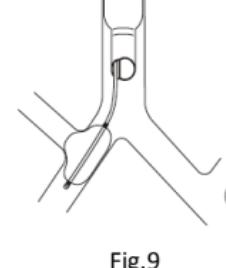

Fig.9
- Til højre thorakotomi skal blokeringsmanchetten positioneres og oppustes for at herniere den let i den øvre lobære bronkus. Dette hjælper med at fastgøre blokeringsmanchetten på plads og helt blokere den højre bronkus (Fig. 9).